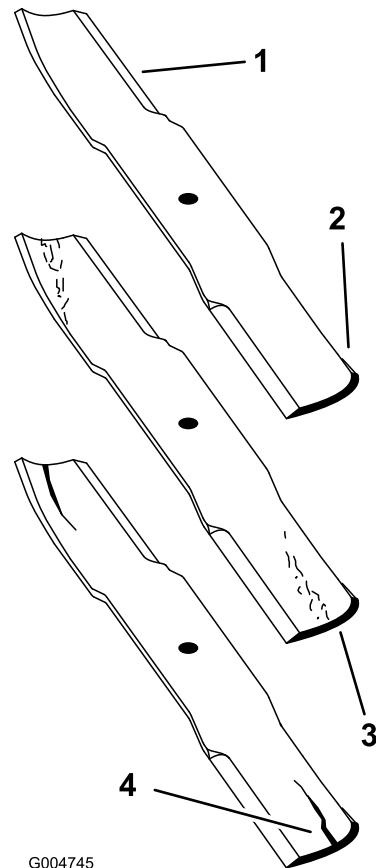

Figura 74
1. Inspeccione los filos de corte (Figura 74). Si los bordes no están afilados o tienen muescas, retire las cuchillas y afílelas. Consulte Afilado de las cuchillas.
2. Inspeccione las cuchillas, especialmente la parte curva (Figura 74). Si observa daños, desgaste o la formación de una ranura en esta zona (Figura 74), instale inmediatamente una cuchilla nueva.